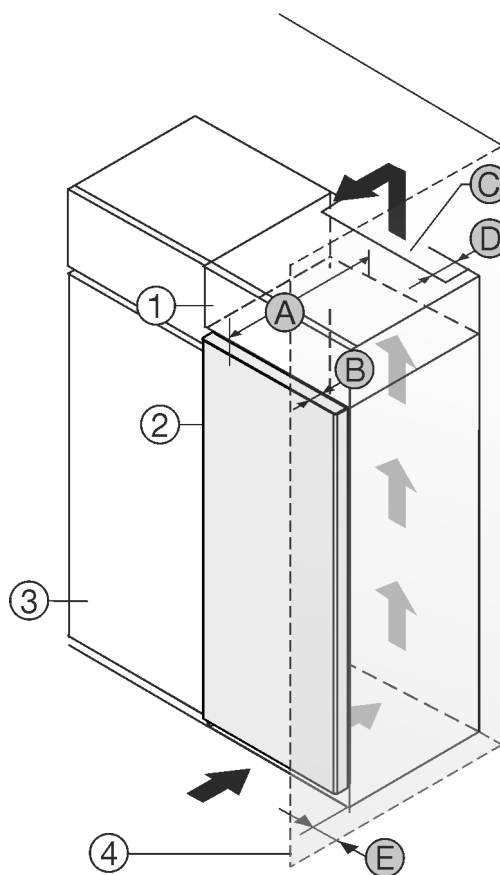

Fig. 1
- (1) Dollapi i montimit*
- (2) Pajisja*
- (3) Dollapi i kuzhinës*
- (4) Muri*
- (A) Thellësia e pajisjes*
- (B) Thellësia e derës*
- (C) Seksioni tërthor i ajrit*
- (D) Distanca nga faja e pasme e pajisjes*
- (E) Distanca nga pjesa anësore e pajisjes*
Ju mund ta instaloni pajisjen direkt ngjitur me dollapin e kuzhinës Fig. 1 (3).*
Në faqen e pasme të dollapit së montimit duhet të ketë një hapësirë ajrimi me thellësi Fig. 1 (D) në të gjithë gjerësinë e dollapit të montimit.*
Nën mbulesën e hapësirës duhet respektuar seksioni tërthor i qarkullimit të ajrit Fig. 1 (C).*
Nëse instaloni pajisjen me mentesha pranë një muri *Fig. 1 (4)*, atëherë duhet që distanca midis pajisjes dhe murit të jetë të paktën 13 mm.*
Nëse instaloni pajisjen me mentesha pranë një muri *Fig. 1 (4)*, atëherë duhet që distanca midis pajisjes dhe murit të jetë të paktën 20 mm.*
Në mënyrë që dera të mund të hapet plotësisht, duhet që pajisja të dalë jashtë përpara kanatit të dollapit të kuzhinës sa thellësia e derës *Fig. 1 (B)*. Në varësi nga thellësia e dollapëve të kuzhinës *Fig. 1 (3)* dhe përdorimi i ruajtësve të distancës nga muri, pajisja mund të dalë më shumë përpara dollapit.*